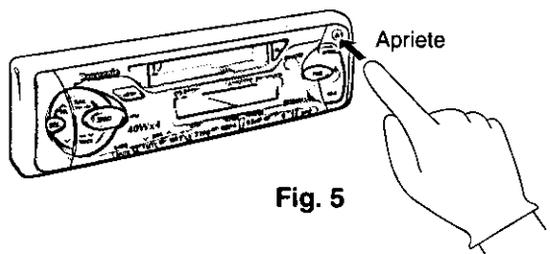

Fig. 5
- ① Apague la alimentación.
- ② Apriete el botón de liberación (↕) (Fig. 5).